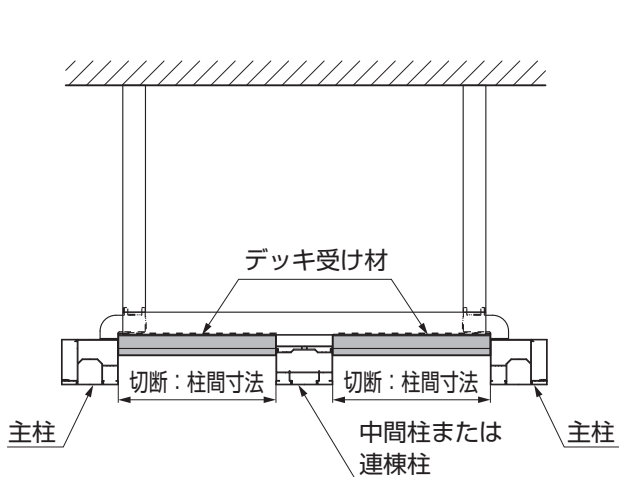

図2-7
- 中間柱、連棟柱仕様の場合は、デッキ受け材を柱間寸法にそれぞれ切断してください。(図2-7参照)